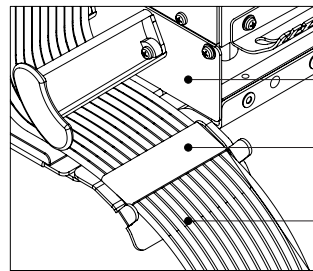

Figura 12A
3. Após a instalação de todos os cordões, fixe-os na saída do Sub-Rack utilizando o Velcro dupla face. (veja figura 12A).